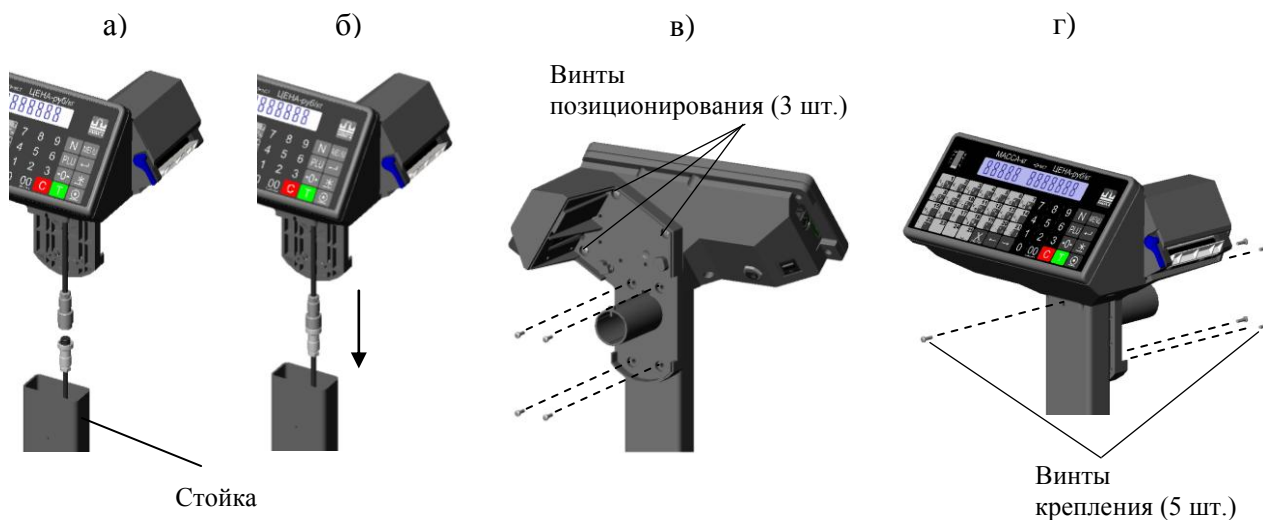

Рис. 4. Крепление терминала
- подсоединить разъем модуля к терминалу (Рис. 4 а);
- надеть терминал на стойку, вытягивая состыкованный кабель вниз стойки (Рис. 4 б);
- ослабить на один оборот три винта позиционирования (Рис. 4 в);
- зафиксировать терминал на стойке винтами крепления М3х10 и М3х12 (Рис. 4 г);
- затянуть винты позиционирования (Рис. 4 в);